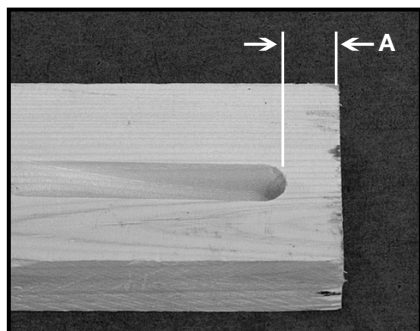
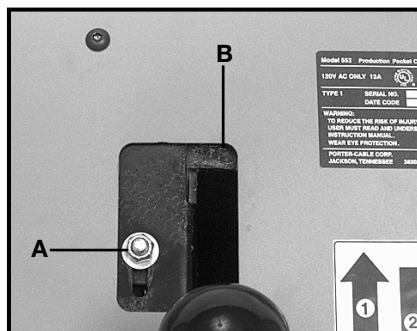

Fig. 27
Fig. 28
Déplacez la butée arrière (B) Fig. 28, vers l'arrière de l'outil pour réduire la dimension (A) Fig. 27. Déplacez la butée arrière vers l'avant de l'outil pour augmenter la dimension (A) Fig. 27. Déplacez la butée arrière d'une fois et demie aussi loin que le changement désiré à l'ouvrage.
2. Utilisez une clé de serrage de  $\frac{7}{16}$  po afin de desserrer le contre-écrou (A) Fig. 28.